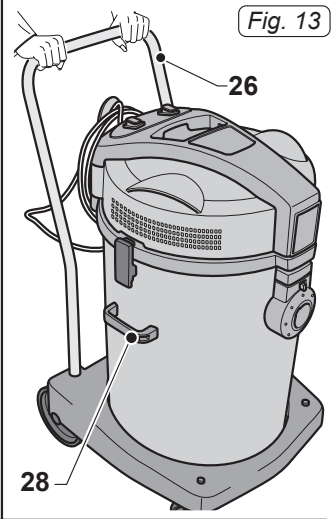
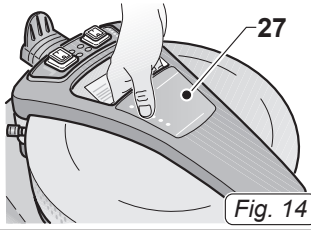

Fig. 13
Fig. 14
- L'apparecchio è dotato di ruote e quindi può essere spostato tramite le apposite maniglie, oppure spinto tramite il maniglione (26 Fig. 13)
- Per il suo sollevamento inserire le dita della mano nell'apposita maniglia (27 Fig.14) ricavata sulla parte superiore del coperchio per la versione motore singolo oppure in due persone tramite le maniglie (28 Fig. 13)